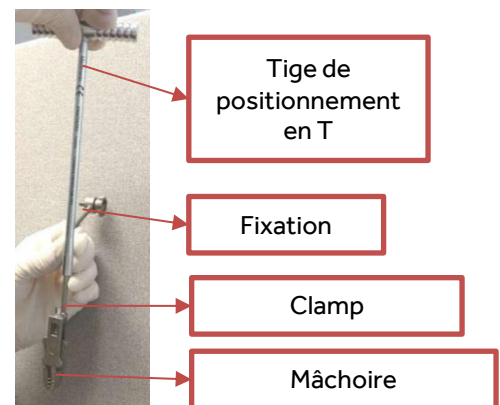

Figure 1
1. Tenez le clamp pour le rachis par la fixation avec la mâchoire pointée vers le bas. Voir figure 1.